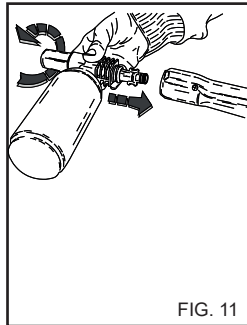

FIG. 11
2) Haal de verlengbuis van de handgreep en monteer de kit voor het sproeien van schoonmaakproduct (fig. 11), zet het schoonmaakapparaat in werking en bespreek het te wassen oppervlak van onder naar boven.